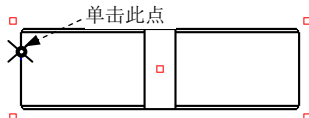

图 3.8.24 选取边界中心点
(1) 此时系统提示  选择新的参考点。单击“确定”完成., 在投影视图的边线上选取一点 (如果不在模型的边线上选取点, 则系统不认可), 这时在选取的点附近出现一个十字线, 如图 3.8.24 所示。